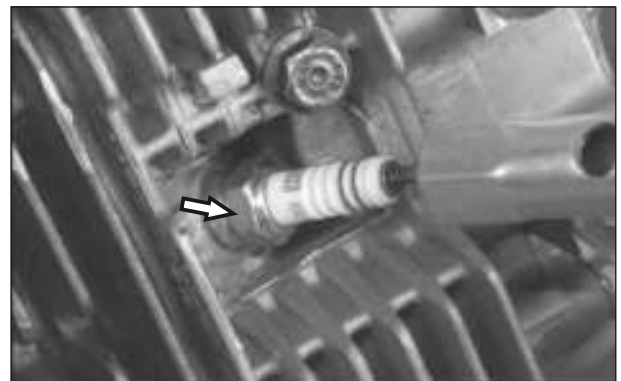

Fig. 2.32
- Loosen and remove spark plug. (Fig. 2.32)